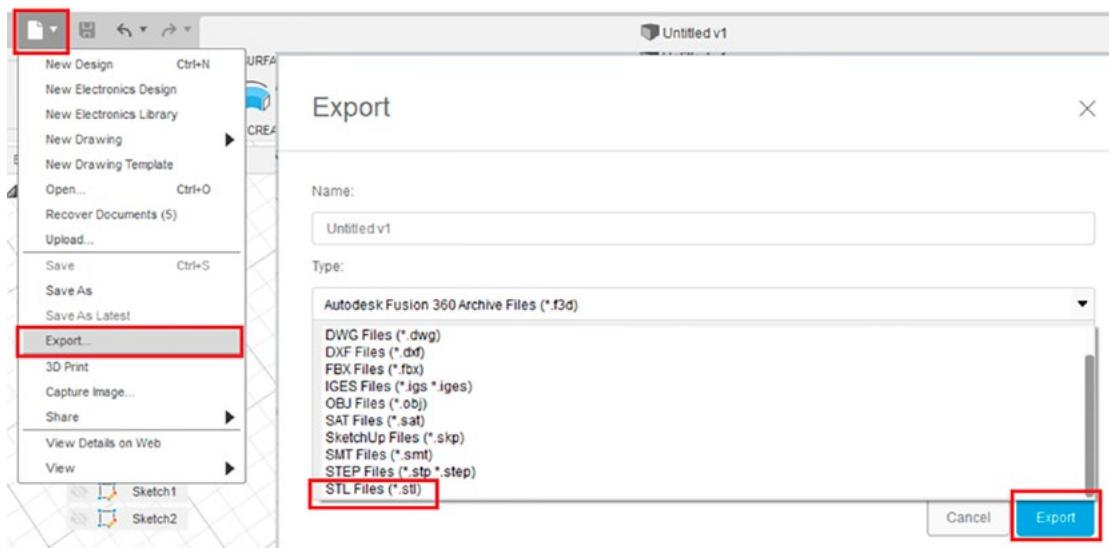

Рис. 4
- 1.2. В панели быстрого доступа выберите EXPORT. В появившемся окне укажите имя файла, а далее выберите формат для экспорта .stl. Нажмите на Export (рис. 4).